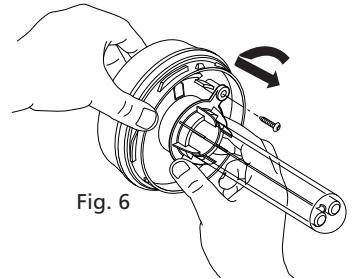

Fig. 6
- 3.6 **Uwaga:** urządzenie musi być uziemione. Jest bardzo ważne, aby podłączenia dokonać zgodnie z poniższą instrukcją (patrz rys. 6).
- ii) W podobny sposób wyjąć tuleję kwarcową tj. wyjąć wkręt mocujący, przekręcić w lewo plastikową oprawę i wyciągnąć tuleję z korpusu (patrz rys. 6).